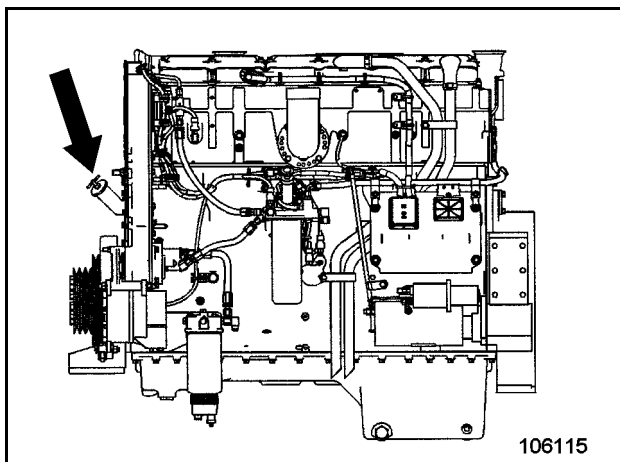
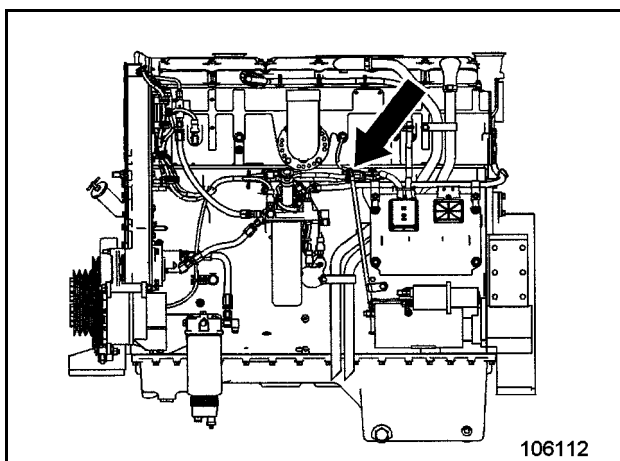
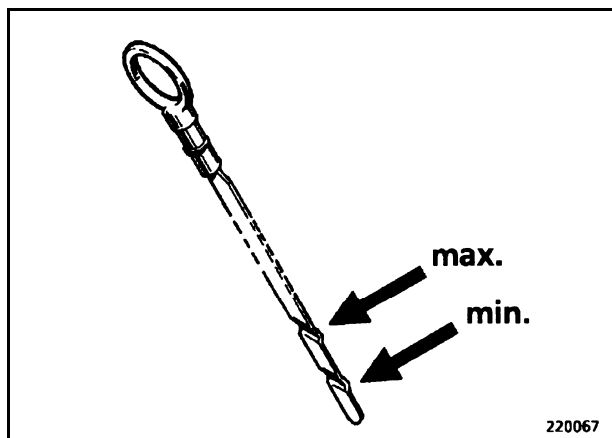

Fig. 3-18:
Fig. 3-19:
Fig. 3-20:
- Motoröl über den Einfüllstutzen (Fig. 3-18:) einfüllen bis der Ölstand am Meßstab (Fig. 3-19:) die Markierung "max" (Fig. 3-20:) erreicht hat.
einfüllen, bis der Ölstand am Meßstab (Fig. 3-19:) die Markierung "max" (Fig. 3-20:) erreicht hat.
- Ölstand am Meßstab (Fig. 3-19:) kontrollieren, falls erforderlich Öl bis zur Markierung "max" (Fig. 3-20:) auffüllen.